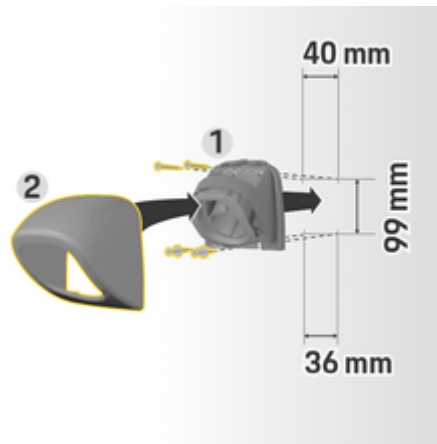

Fig. 52: Cotes de perçage
1. Retirez le support de connecteur **1** (Fig. 52) du cache **2** (Fig. 52).
4. Vissez le support du connecteur **1** (Fig. 52) au mur.
5. Mettez en place le cache **2** (Fig. 52) sur le support du connecteur **1** (Fig. 52) par le bas et enfoncez-le vers le haut.